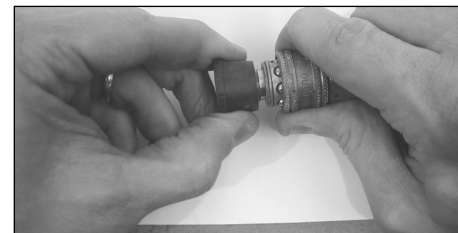

Figure 19 - Buse de raccord rapide
- 3b. Pour les appareils à buses de raccord rapide, utilisez la buse de pulvérisation à raccord rapide de 65° (Voir la Figure 19).